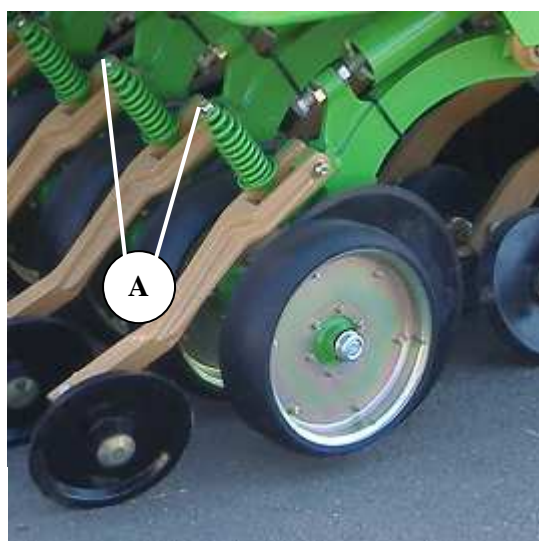

Fig. 17-01
2) La otra regulación como ya hemos mencionado se realiza al conferirle al muelle cónico más presión a través de la tuerca (A) Fig.17-01.